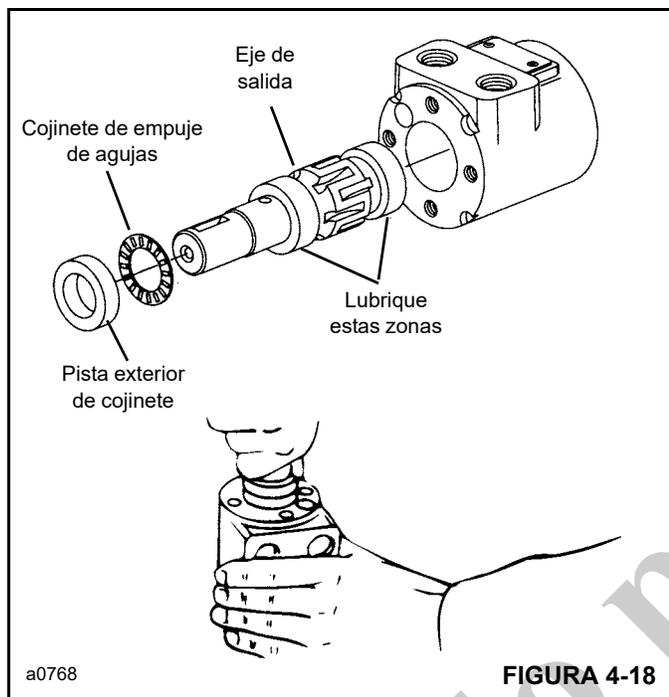

FIGURA 4-18
3. Instale el cojinete de agujas de empuje (8), luego la pista exterior de cojinete (7) en el eje (9). Tire del eje parcialmente afuera de la caja. Empuje las tres piezas en la caja (10) juntas (Figura 4-18). La pista exterior del cojinete debe girar libremente cuando está en posición.